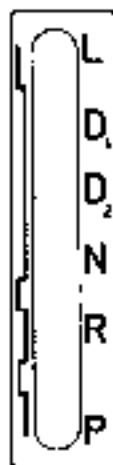

Fig. 8/A
Es wirkt auf ein Bremsventil welches der Durchfluß von schon unter Druck stehendem Öl in die beiden Bremskreisläufe gestattet, von denen der erste auf die hinteren und der zweite auf die vorderen Bremszylinder einwirkt; auf diese Weise ist eine Bremswirkung stets gewährleistet, auch im Falle, daß eine der Bremsen nicht ansprechen würde (die rote Kontrollleuchte 33 Abb. 8 leuchtet auf, wenn der Druck in der Hydraulikanlage unzureichend ist)
P.E.: Auf Wunsch, wird die automatische Gangschaltung geliefert (Abb. 8/A).